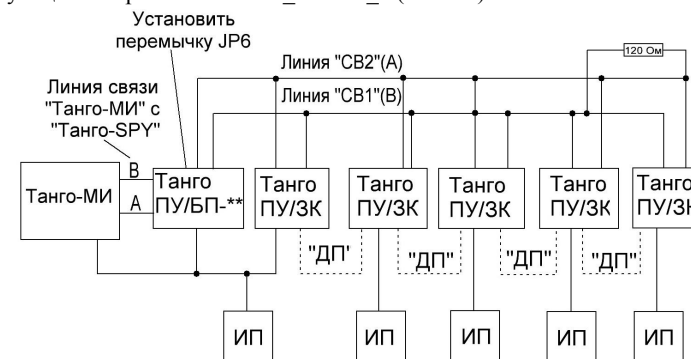

Рисунок 5. Подключение согласующих резисторов
6. Линии подключения вызывных устройств («Танго-УВ») следует выполнять медным кабелем парной скрутки в экране (КМВЭВ, КСРВЭВ и т. д.). Сечение одной жилы должно быть не менее 0,2 мм², (диаметр - не менее 0,5 мм), но не более 0,75 мм², (диаметр - не более 0,98мм). При расстояниях до 150м и отсутствии источников электромагнитных помех (близко расположенных цепей 220 (380) В, силового коммутационного оборудования и т.п.) линии допускается выполнять другими кабелями связи с указанными выше сечениями.
7. На концах линии связи, для увеличения помехоустойчивости, необходимо устанавливать согласующие резисторы порядка 120 Ом (Рис. 5), либо подключать их перемычками JP6 на плате пульта (Рис. 13). При использовании кольцевого интерфейса, согласующие резисторы 120 Ом в начале и в конце линии подключаются соответствующими перемычками JP6_1 и JP6_2 (Рис. 13).